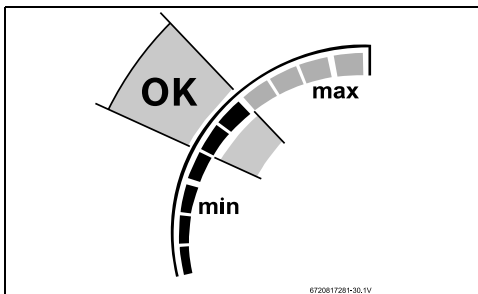

Fig. 59 Point central de la barre d'alimentation
- ▶ Vérifier si le niveau de la barre d'alimentation est au point central, voir fig. 59.
- ▶ Vérifiez si la puissance par niveau est au point central, voir fig. 59.
- ▶ Vérifiez si le niveau de la barre d'alimentation est au point central, voir fig. 59.